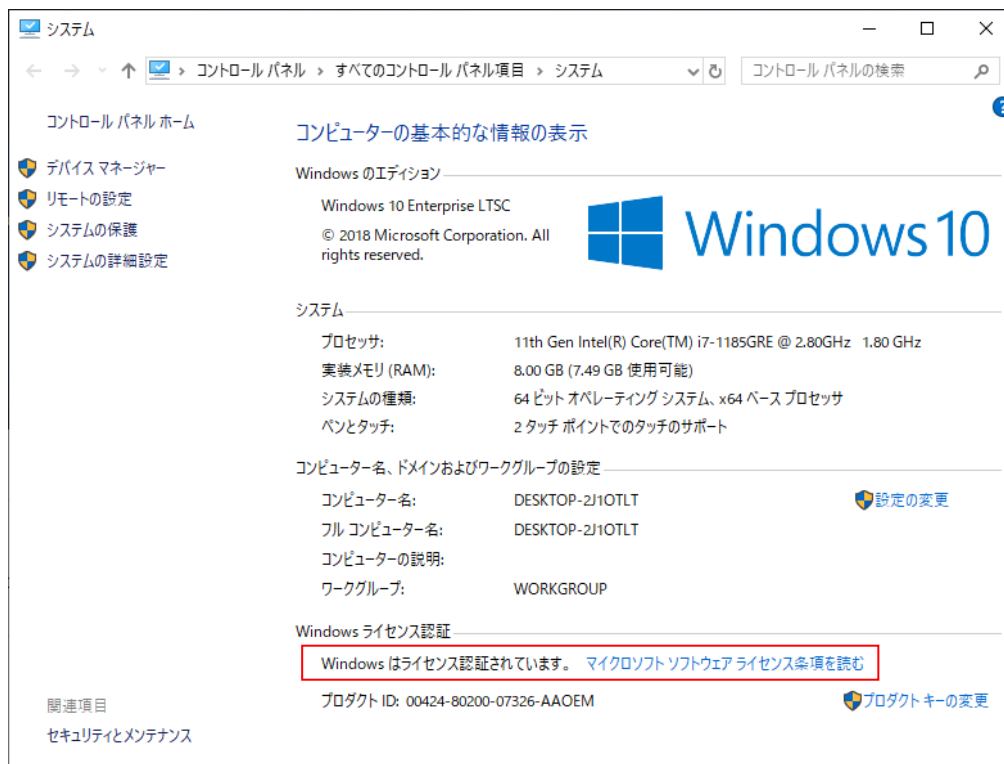

図 1-4-2. システムプロパティ画面
- 3) システム情報画面が開くので、図 1-4-2 の部分を確認する。